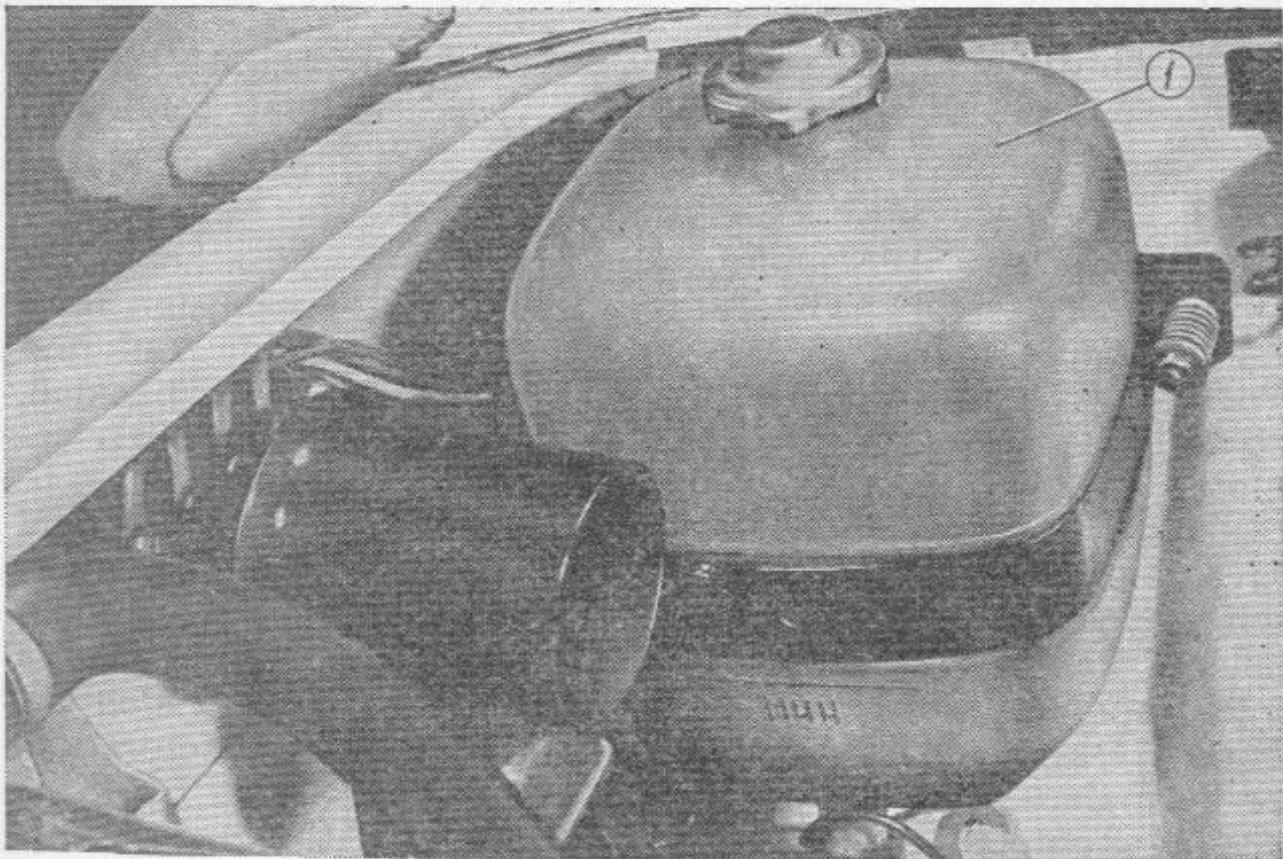

Bild 49. Anordnung des Ausdehnungsgefäßes der Kühlanlage unter der Motorhaube :
5. Ausdehnungsgefäß 1 (Bild 49) mit frischer Flüssigkeit nachfüllen (etwa 3—4 mm über Marke „min“) und mit Deckel schließen.